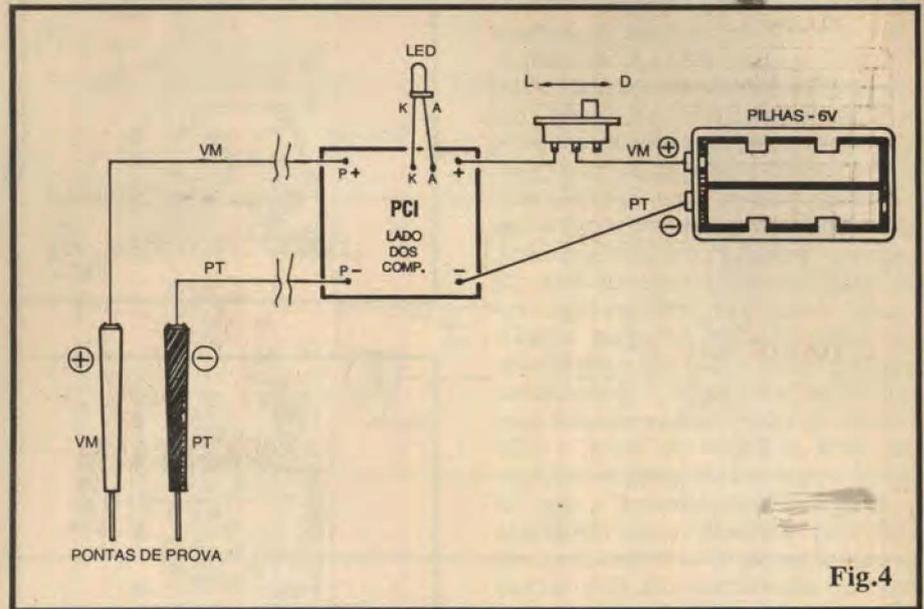

Fig.4
- **FIG. 4 - CONEXÕES EXTERNAS À PLACA** - Ainda vista pela sua face não cobreada (agora com as peças da figura anterior "invisibilizadas", para "despoluir o visual"...), a plaquinha tem a ênfase nas